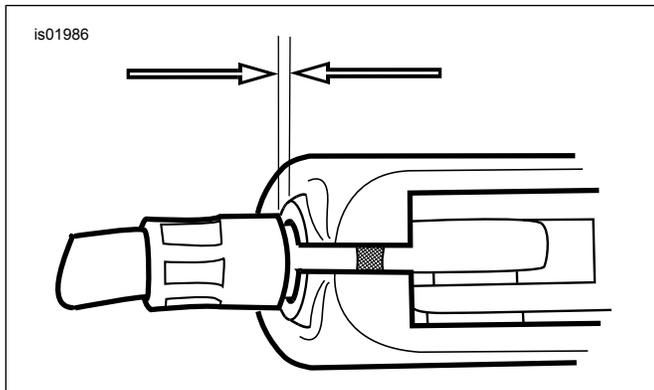

Figura 2. Juego libre del cable del embrague de 1,6-3,2 mm (1/16-1/8 pulg.)
- e. Vea la Figura 2. Gire el ajustador del cable para alejarlo de la contratuerca hasta que se elimine la holgura en la palanca manual. Tire del casquillo del cable del embrague para separarlo de la pieza de soporte de la palanca del embrague para verificar el juego libre. Gire el ajustador del cable para obtener un juego libre de 1,6-3,2 mm (1/16-1/8 pulg.) entre el extremo del casquillo del cable y la pieza de soporte de la palanca del embrague.